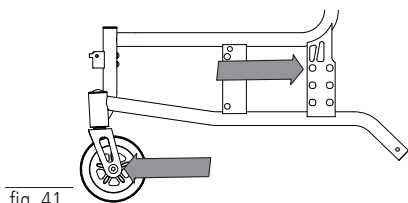

fig. 41
- Sædehøjde 390 – styrehjul 150 mm / 6” skrueaksel baghjul oppe (fig. 41)